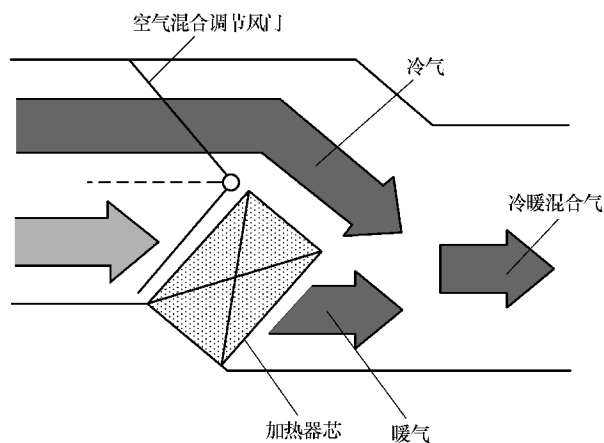

图 7-5 空气混合型暖风系统
(1) 空气混合型 如图 7-5 所示,这种类型的暖风系统在暖风的气道中安装空气